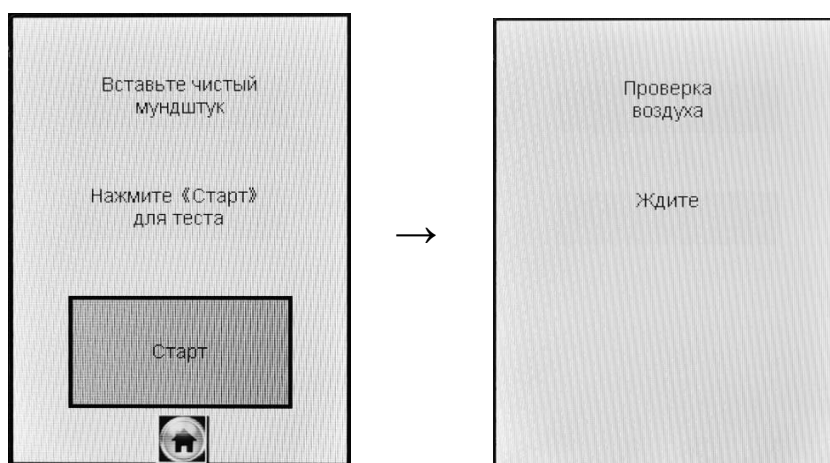

Рисунок 15 – Начало процедуры измерения
2.7.8 Когда данные всех полей будут введены, на экране появится окно с сообщением «Вставьте чистый мундштук» (рисунок 15, слева).
2.7.9 После этого анализатор автоматически начнет процедуру измерения, выполнив отбор пробы воздуха для выполнения автоматической проверки отсутствия этанола и других компонентов, которые могут оказать влияние на показания анализатора, в окружающем воздухе, в заборной системе анализатора и в мундштуке (рисунок 15, справа):
2.10.4 Выберите режим измерения без ввода данных, касаясь стилусом соответствующего пункта-иконки . На экране появится сообщение «Вставьте чистый мундштук» (рисунок 15).
По истечении 10 секунд анализатор автоматически перейдет к началу процедуры измерения в режиме измерения без ввода данных, выполнив отбор пробы воздуха для автоматической проверки отсутствия этанола и других компонентов, которые могут оказать влияние на показания анализатора, в окружающем воздухе, в заборной системе анализатора и в мундштуке (рисунок 15, справа):